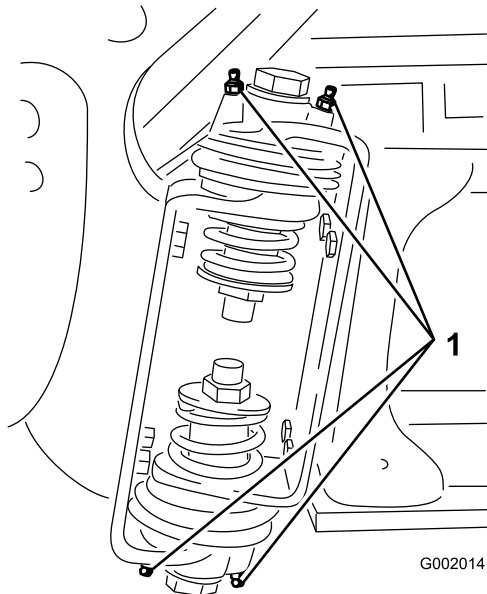

Figura 102
2. Pompai lubrifiant în rulment sau bucă la nivelul fiecărui fitting **Figura 102**.